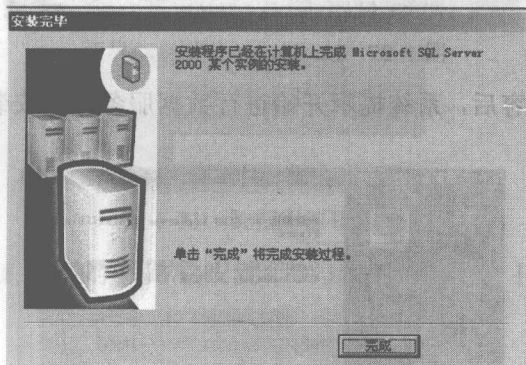

图 1-24 完成安装
14) 数据库文件复制完毕，系统提示安装完成，单击“完成”按钮如图 1-24 所示。